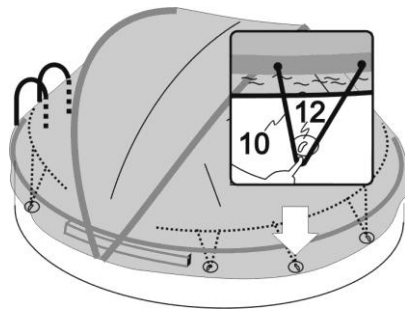

Abb. 8.2
Im Keder (16) sind mehrere Löcher vorhanden. An die ersten zwei Löcher, rechts und links von der Tür wird jeweils ein Gummiseil (11) angeknüpft. Andere Gummiseile (11) an die zwei Löcher, die sich über einen Haken (13) befinden, durchstecken und an Keder verknoten. (Abb. 8.2) Den zweiten Knoten nicht zu fest zuziehen, damit das Gummiseil eventuell noch verstellt werden kann. Die Haken (13) befinden sich immer in der Mitte – bitte, das Bild beachten. (Abb. 8.3) Ist das nicht der Fall, das Gummiseil (11) auf neue Löcher anknüpfen!! Ausnahme sind nur die ersten Haken (13) rechts und links von der Tür.